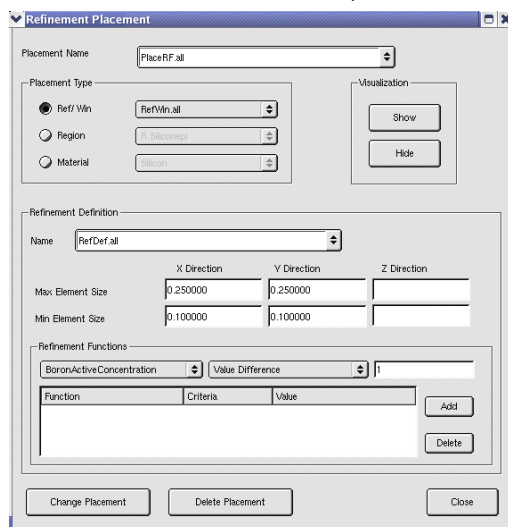

图 3
1、Mesh->Refinement Placement, 弹出图 3 所示的对话框